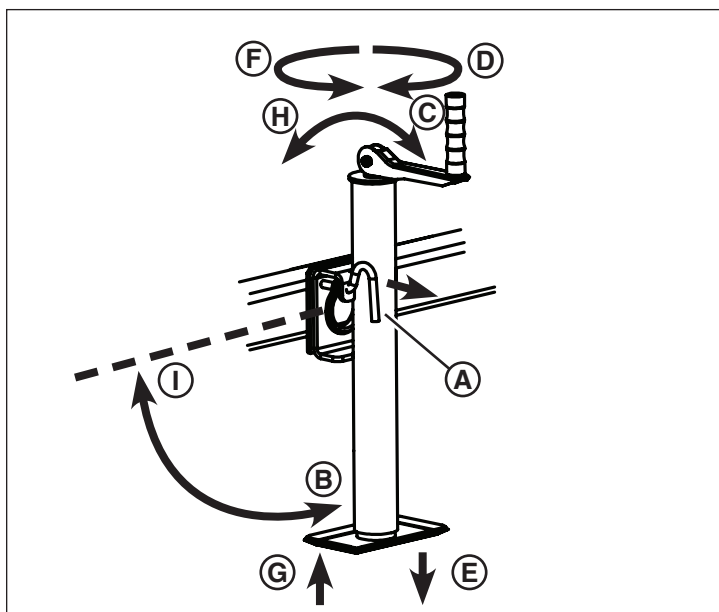

Figure 6
1. Tirer le levier de blocage (A, Figure 6), tourner le vérin de flèche en position d'opération (B) puis relâcher le levier de blocage. S'assurer que le levier de blocage est bien engagé dans le trou de blocage et bien fixé.
- Déplier la manivelle (C, Figure 6).
- Plier la manivelle (H, Figure 6).
- Tirer le levier de blocage (A, Figure 6), tourner le vérin de flèche en position de transport (I) puis relâcher le levier de blocage. S'assurer que le levier de blocage est bien engagé dans le trou de blocage et bien fixé.